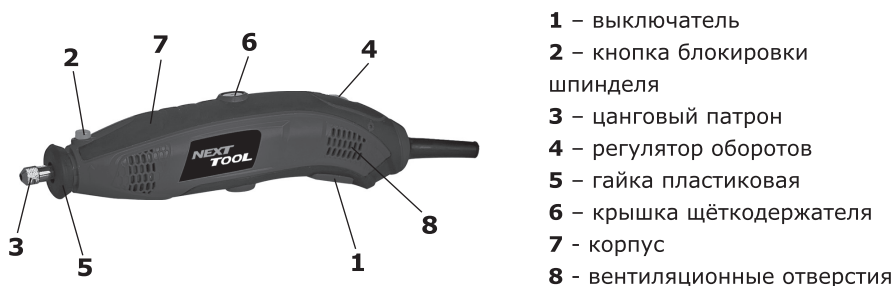

рис. 1
4.1 Общий вид гравёра схематично представлен на рис. 1
Установка гибкого вала: - открутить пластиковую гайку (рис.1 поз.4) гравёра; - закрепить конец гибкого вала к цанге; - прикрутить гайку гибкого вала к гравёру.